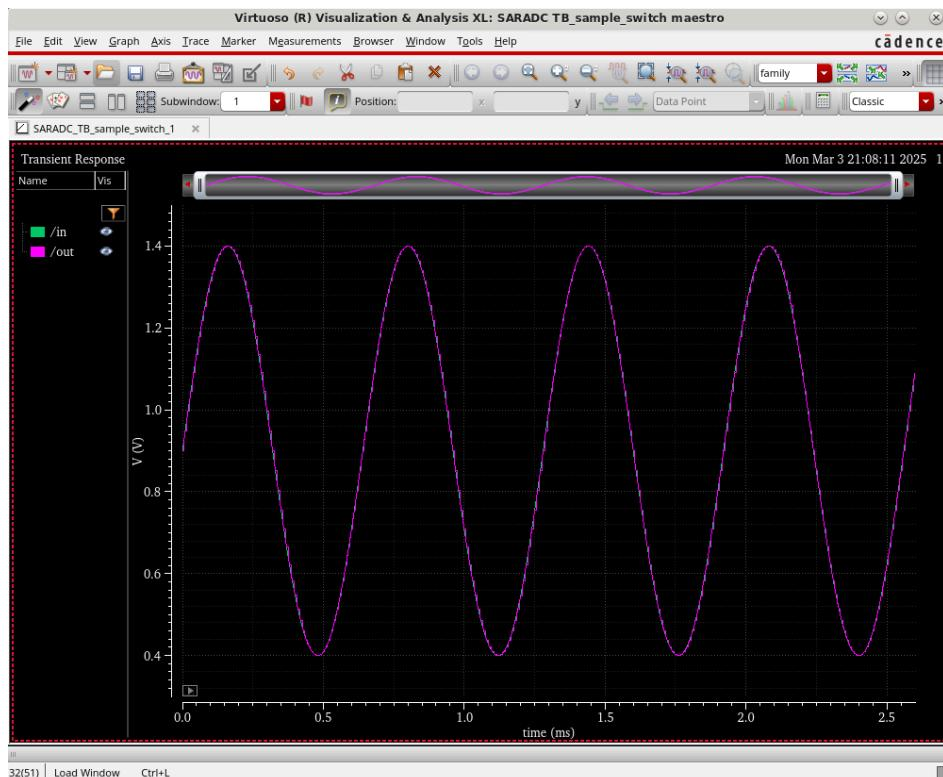

图 54 仿真结果窗口
- 一段时间后仿真完成，此时如图 54 所示的仿真结果窗口将会弹出，内容为 out 节点的波形图。可以看到，采样开关在时钟信号的控制下，对输入信号进行了采样。鼠标右键长按，框选部分波形后松开，可以放大查看该部分波形，再按键盘上的 f 键可以恢复全览视图。